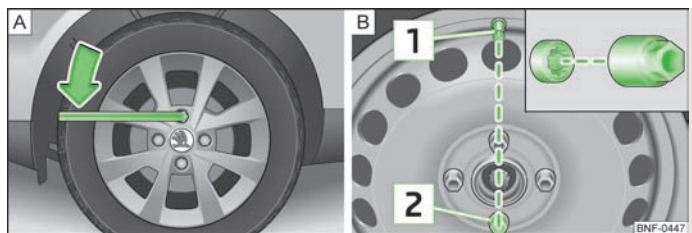

Abb. 108 Radwechsel: Radschrauben lösen / Einbau der Anti-Diebstahl-Radschraube
- Am Schlüsselende fassen und die Schraube etwa **eine** Umdrehung nach links drehen » Abb. 108 - .
Die **Anti-Diebstahl-Radschraube** muss bei einem Rad mit Radvollblende an Position » Abb. 108 - gegenüber dem Ventil eingeschraubt sein. Die Radvollblende kann sonst nicht montiert werden.